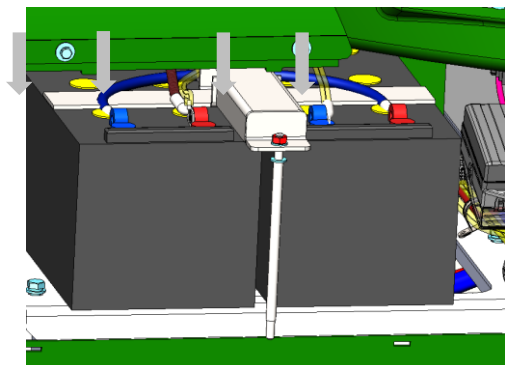

Рисунок 5.45. Клеммы и полюсные
- ▶ Снять присоединительные клеммы с полюсных выводов аккумулятора, рис. 5.45.